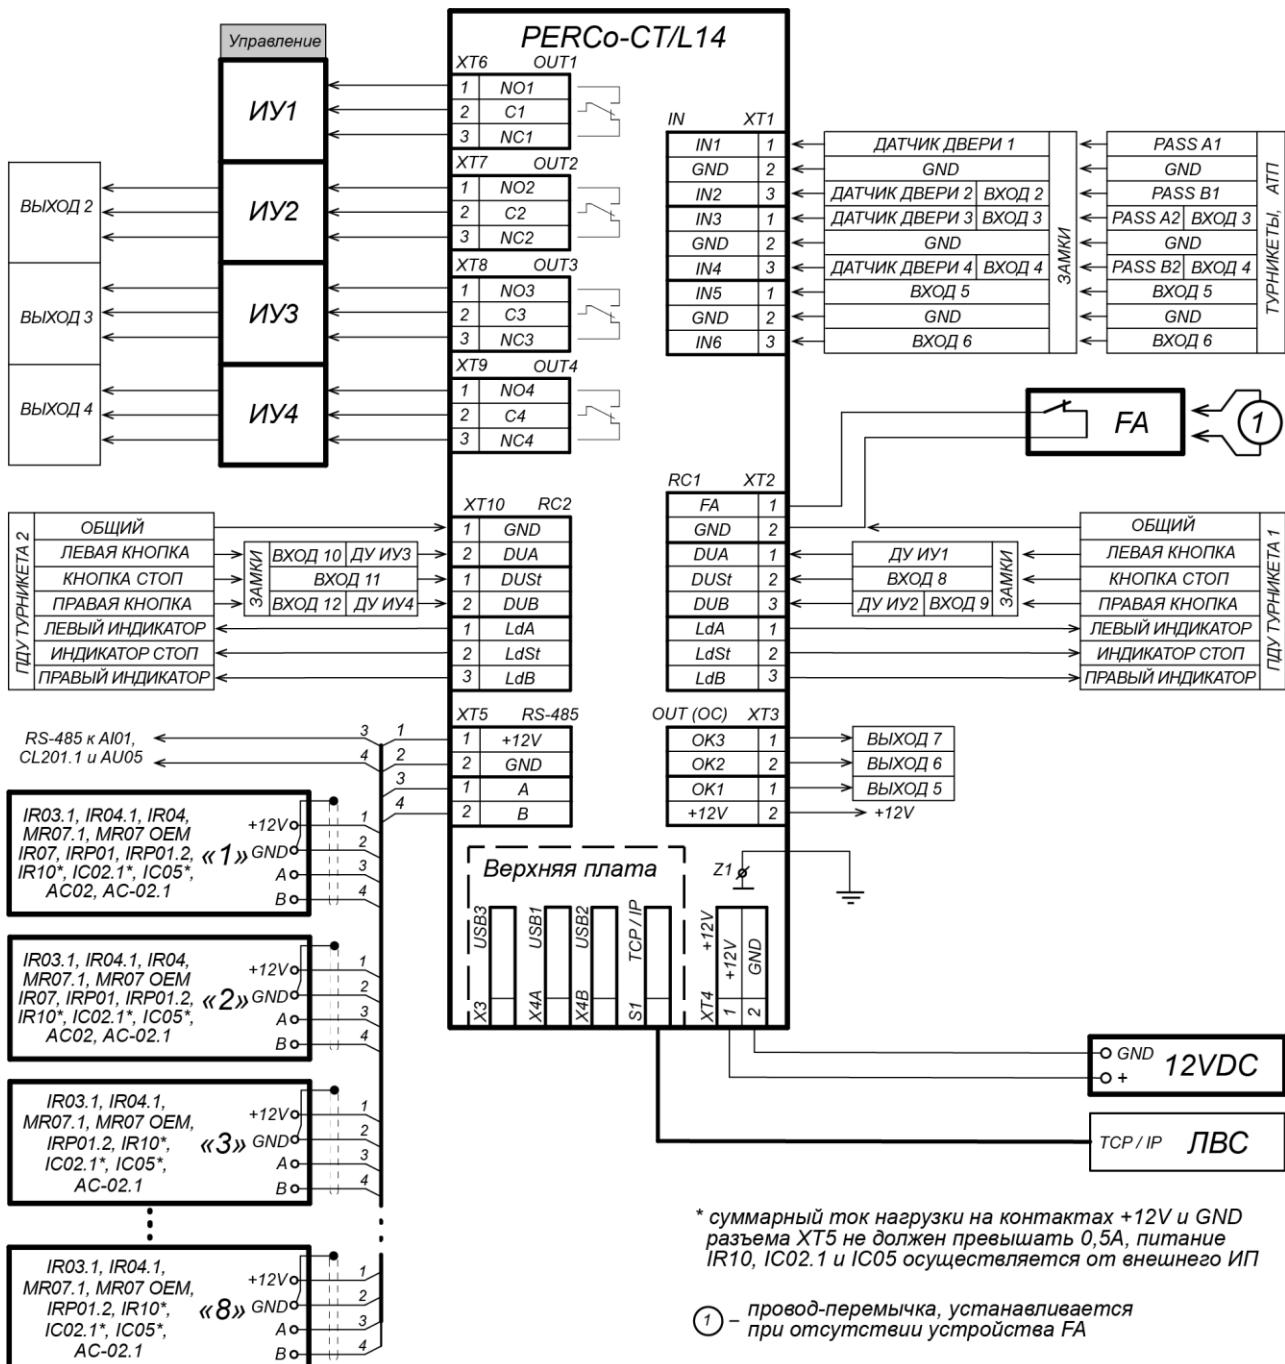

Рисунок 3. Общая схема подключений
Выходы LdA , $LdSt$, LdB могут использоваться (см. рис. 3):
При подключении к RS-485 руководствуйтесь инструкциями на подключаемые устройства и схемой, представленной на рис. 3. Для подключения линии связи RS-485 к контроллеру применяется кабель типа №2 (см. табл. 3).
Возможны следующие варианты подключения считывателей (см. рис. 3):
Подключение к контроллеру осуществляется согласно схемам, представленным на рис. 3 - 13. Используемые типы кабелей указаны в табл. 3. Расположение клеммных колодок на плате контроллера указано на рис. 1.
7. Установите ИП, подключите кабель от ИП к клеммной колодке **XT4** нижней платы контроллера согласно схеме, представленной на рис. 3.
2. Подключение замка производится к клеммным колодкам **XT6-XT9** нижней платы контроллера в соответствии со схемами подключения (см. рис. 3 - 5).
Аварийная разблокировка (аварийное открытие прохода) исполнительных устройств производится по команде устройства аварийной разблокировки (аварийного открытия прохода) *Fire Alarm*. Устройство *Fire Alarm* подключается к входу контроллера *FA* (контакты *FA* и *GND* клеммной колодки **ХТ2**, см. рис. 3, 5, 10). При отсутствии устройства *Fire Alarm* на вход должна быть установлена перемычка проводом (установлена при поставке). Параметры для сигнала *FA* указаны в разд. 5.4.2. При подаче управляющего сигнала на вход *FA* контроллер переводится в режим *Fire Alarm*. В этом режиме все подключенные ИУ разблокируются (открываются) для прохода в обоих направлениях. Другие команды управления при этом игнорируются.